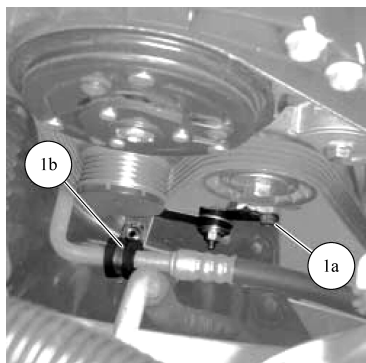

图 4-16 拆除管
- 35) 拧松螺栓 (1a) 并在发电机侧将管从管支架 (1b) 上拆除, 如图 4-16 所示。